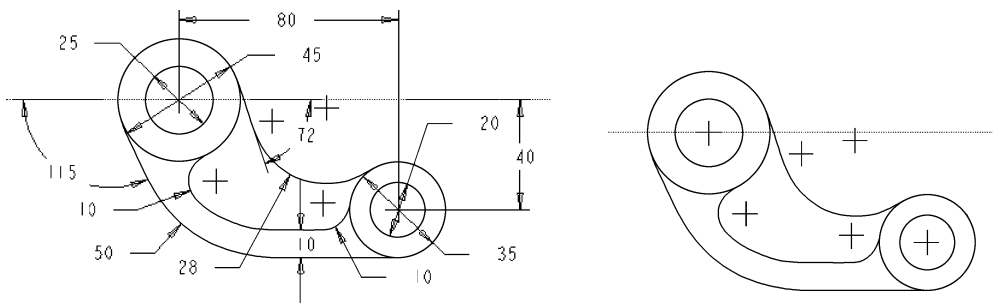

图3-5 显示尺寸和不显示尺寸的对比
(1) :【显示尺寸】按钮。单击该按钮,可切换草图尺寸显示的开/关状态,控制草图中是否显示尺寸。图3-5是显示尺寸和不显示尺寸的对比效果。